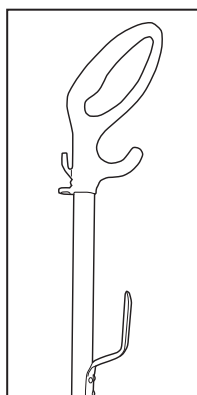

Fig. 1
1. Retire el tornillo del mango e introduzca el mango en el orificio ubicado en la parte superior de la aspiradora (Fig. 1).